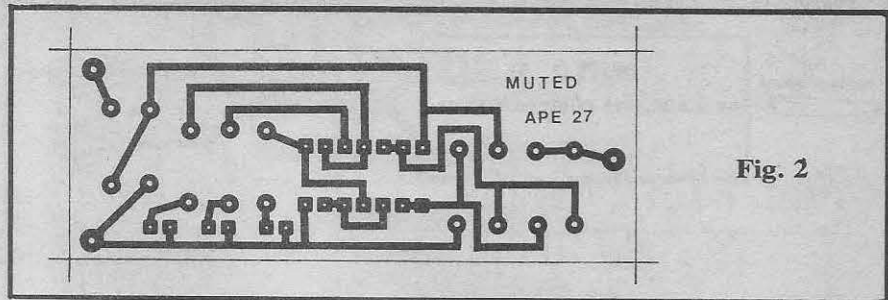

Fig. 2
- FIG. 2 - Placa específica de Circuito Impresso, para a montagem do MUTED, com o **lay out** do padrão cobreado visto em tamanho natural. Apesar da presença (um tanto "atemorizante" para quem